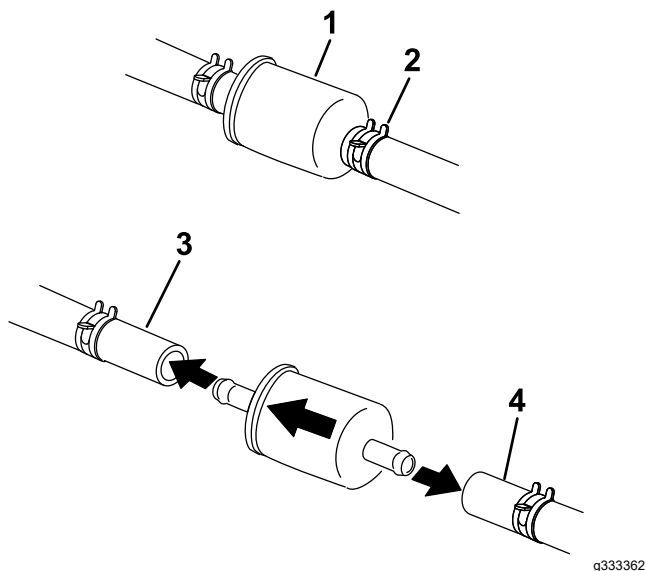

Figura 58
4. Cierre la válvula de cierre de combustible, situada debajo del asiento (Figura 58).
- Apriete los extremos de las abrazaderas y deslícelas por la manguera alejándolas del filtro (Figura 58).
- Instale un filtro nuevo y acerque las abrazaderas al filtro (Figura 58).